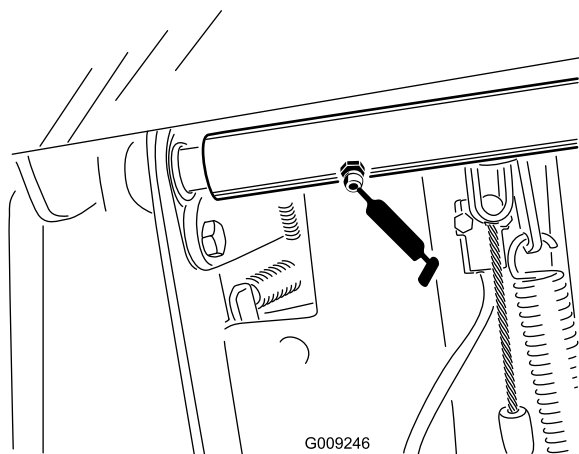

図 37
- ブレーキペダルのピボットシャフトのベアリング2ヶ所 図 37